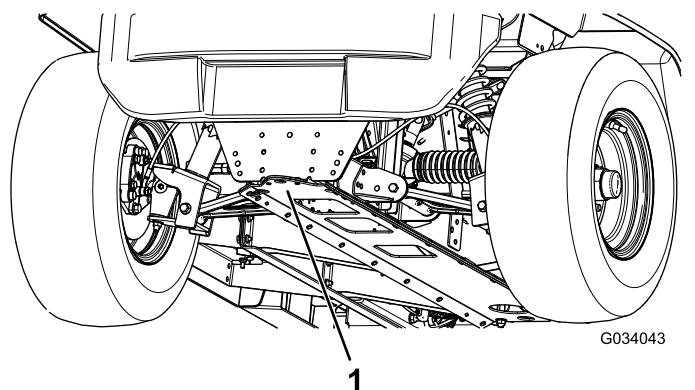

図 24
- 車両前部のジャッキアップポイントは、牽引トングの後ろのフレーム前部です 図 24。